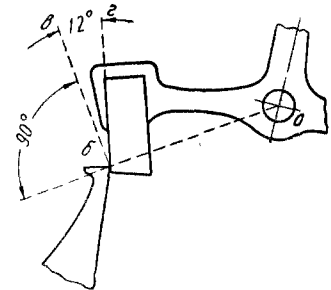

Рис. 112. Кут притяжки.
**П о б у д о в а п р и т я г у в а н н я**. Поглянемо на рис. 112. Лінія *бо* з'єднує точку дотику зубця анкерного колеса і палети з центром обертання анкерної вилки *о*. Від точки *б* проведені під прямим кутом до лінії *об* лінія *бв* і вздовж площини спокою палети лінія *вг*. Утворений цими лі-